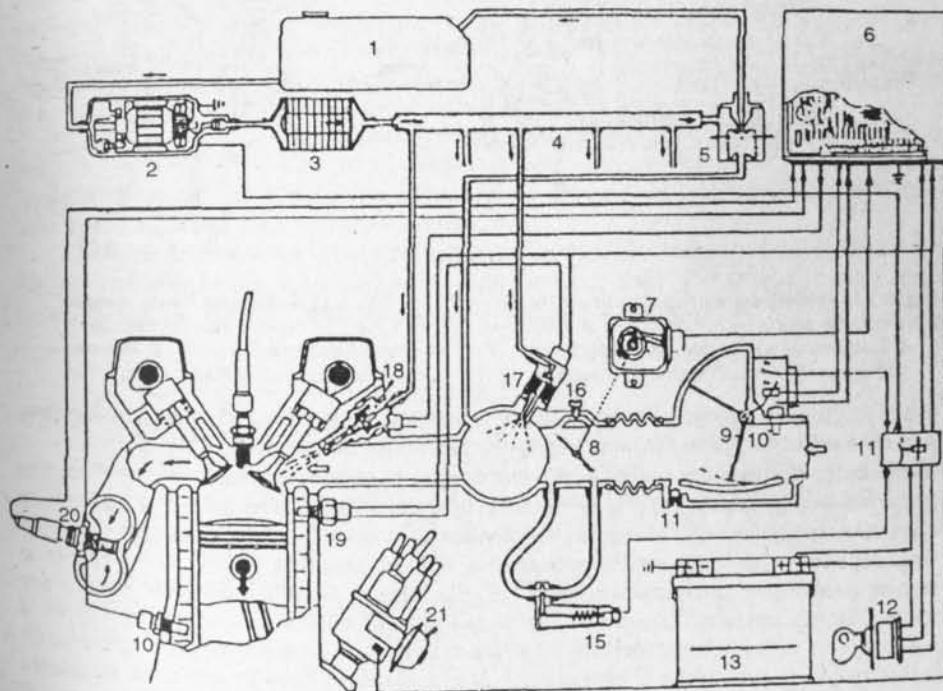

Fig. 3-10.— Sistema de inyección electrónica de gasolina L-Jetronic
**Inyección electrónica L-Jetronic.**— Este sistema electrónico de inyección de gasolina, llamado también multipunto, es del tipo de inyección indirecta y funcionamiento a bajas presiones y ha sido desarrollado por la firma alemana Bosch y la británica Lucas (Fig. 3-10).
**Arranque en frío.**— Para el arranque en frío, la sonda de temperatura (10) (Fig. 3-10) y el interruptor térmico (19) informan al calculador electrónico, para disminuir el aire aspirado por el motor e inyectar una pequeña cantidad de gasolina por el inyector de arranque en frío, con lo que se enriquece la mezcla y se consigue el rápido arranque en frío del motor.